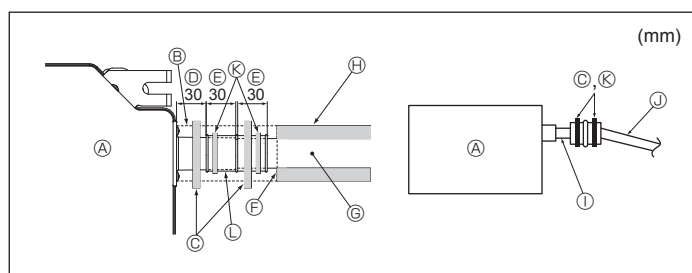

Fig. 6-2
1. Spojite odvod kondenzata (isporučuje se s jedinicom) na odvodni utor. (Fig. 6-2) (Učvrstite cijev koristeći se ljepljivom trakom od PVC-a, a zatim je osigurajte obujmicom.)